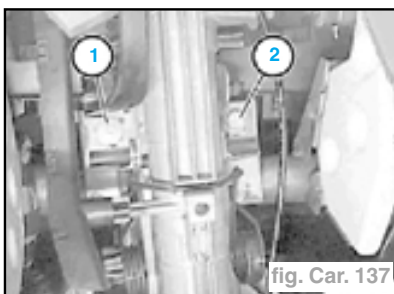

fig. Car. 137
- Retirer la vis indesserrable (1) (fraisir la tête ou percer la vis avec un foret). Déposer la vis (2) (fig. Car. 137).